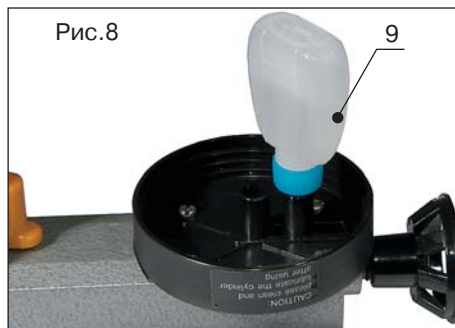

Рис.8
2. Тщательно разболтайте разбавитель внутри прибора, переверните распылитель, после того, как вытащите контейнер с краской и всасывающую трубку. Затем добавьте немного легкого масла (поз.9, рис.8) типа WD-40 или и т.п. во всасывающее отверстие (переднее) и немного поработайте распылителем.